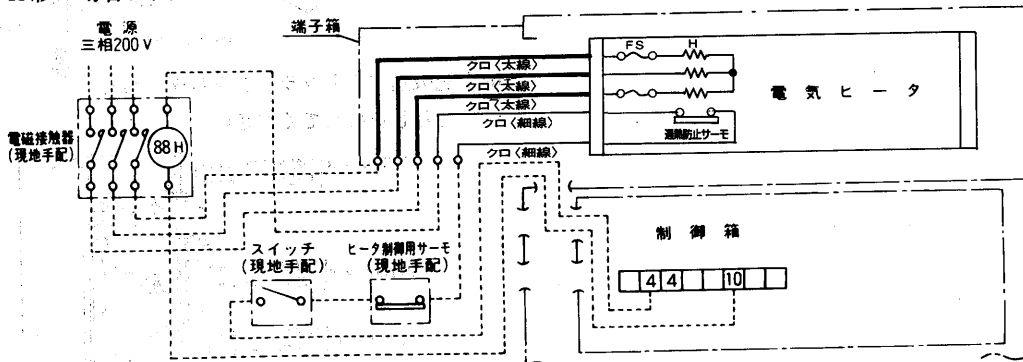
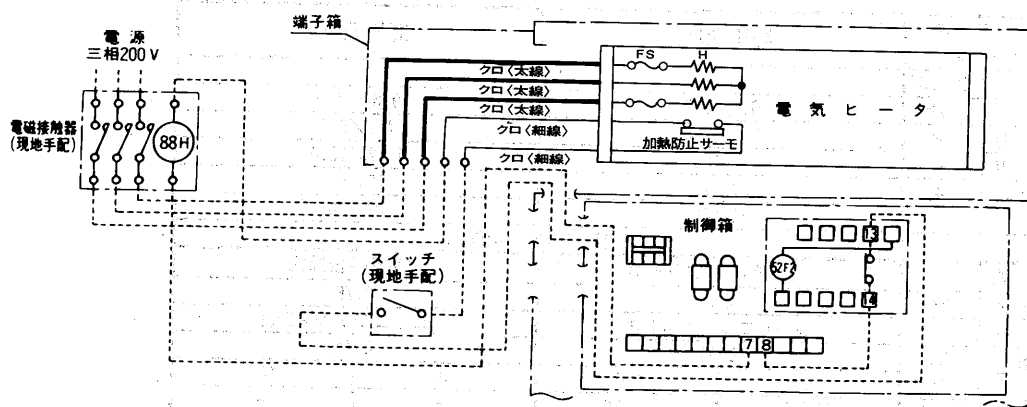

図1 (KFHの場合)
図2 (RFHの場合・ヒータ制御用サーモを本体ユニット用にて兼用)
- ・側面パネルに明けたφ43の穴に端子箱④およびフタ⑦を取り付けてください。
- ・本電気ヒータ①を取付用ねじ③4個にて取り付けてください。
- ・KFH形の場合は図1のように、RFH形の場合は図2のように配線してください。